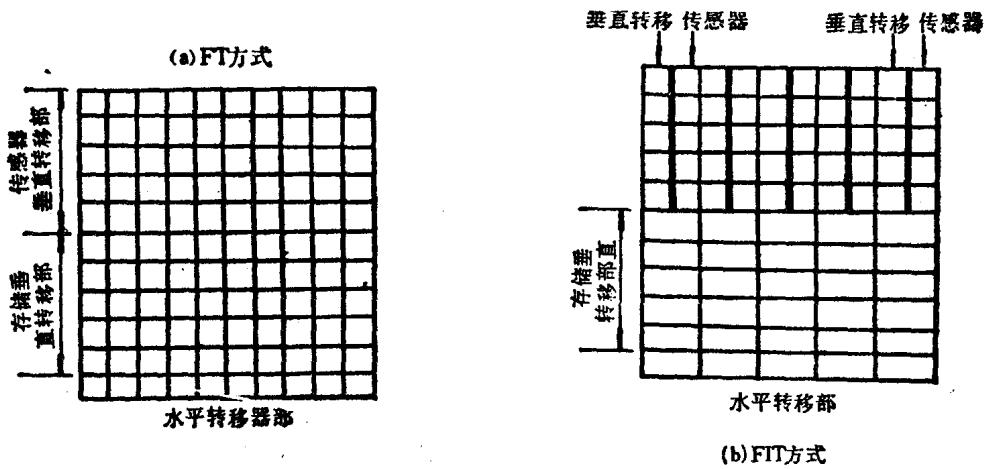

图1—4
(1) 在一个有效场周期内，光敏器充电电平与照射其上的光强成正比。
(2) 在紧接着的场消隐期间内，光敏像素变成转移寄存器，它迅速转移电荷到下边进入存储寄存器。
(3) 在下一个有效场周期内，光敏器又接收新的图象；同时，存储寄存器将其上的电荷转移到水平输出寄存器。水平输出寄存器按时钟脉冲读出一个电视行的电荷以构成串行视频输出。
**帧行转移 (FIT) CCD：**FIT方式CCD结构是FT方式与IT方式CCD的结合体，如图1—4b。上部与IT方式相同，采用传感器与转移寄存器隔行交错排列；下部为遮蔽的存储寄存器，与FT方式相同。FIT方式CCD工作过程如下。